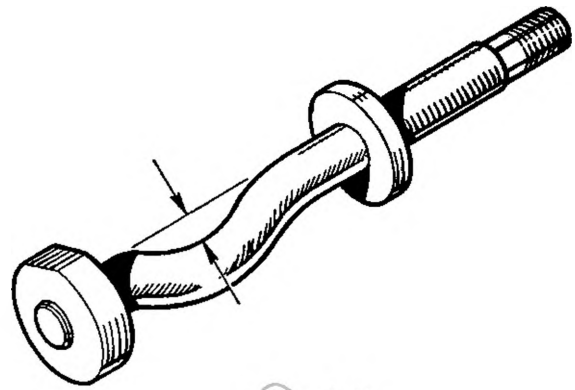

Fig. G.7
- (28) Eseguire nell'ordine inverso le operazioni del distacco, riportate nella Sezione K.2.
- (29) Quando nei modelli di vecchia produzione viene montato di ricambio un semialbero sinistro con parapolvere di gomma sul giunto scorrevole, si sostituirà anche il perno d'articolazione interno del braccio oscillante inferiore. Al suo posto si monterà un perno di tipo modificato, le cui dimensioni e forma sono indicate nella Fig. G.7. Detta sostituzione è dettata dalla necessità di trovar spazio libero per il montaggio del parapolvere.